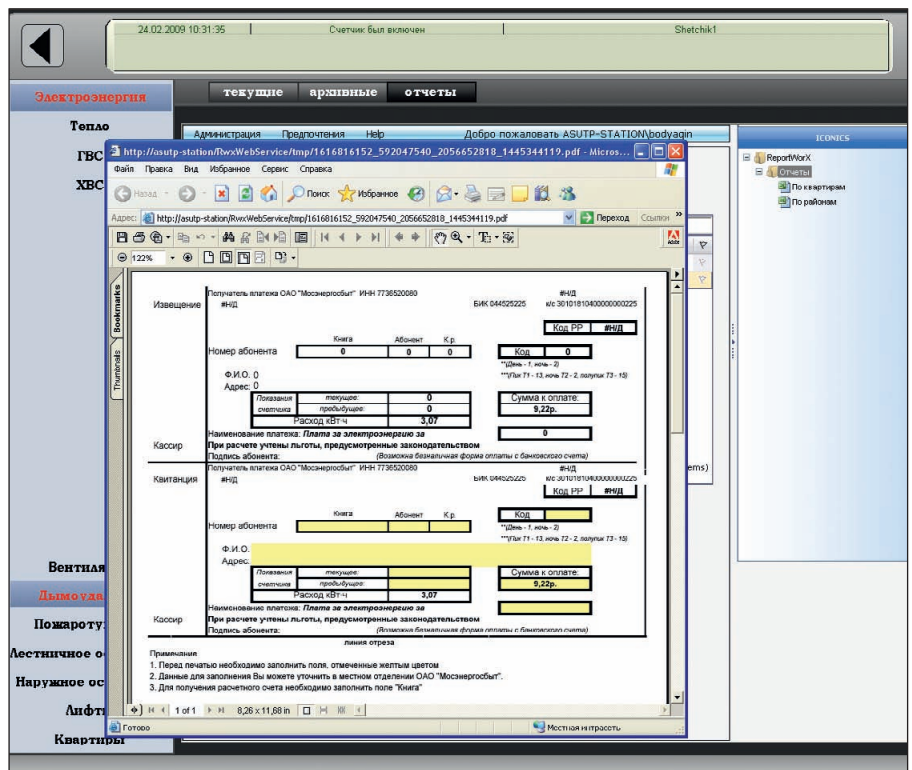

Рис. 5. Типовой экран с отчётной формой об энергопотреблении
- формирование отчётных документов о состоянии объектов ЭАСУО и об энергопотреблении (рис. 5);